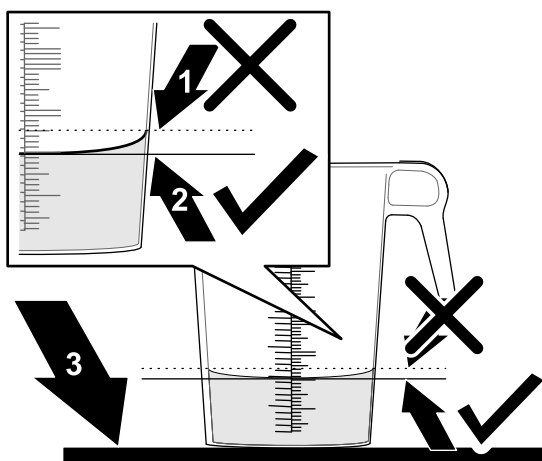

Рисунок 83
10. Поставьте градуированную емкость на ровную поверхность и определите объем жидкости (Рисунок 83).